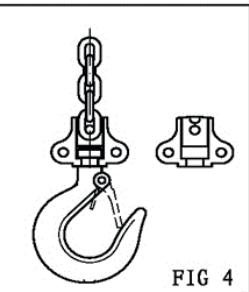

FIG 4
2. Enlevez le verrouillage du crochet (fig. 4). Appuyez sur le bouton «UP» et sortez la chaîne du palan.